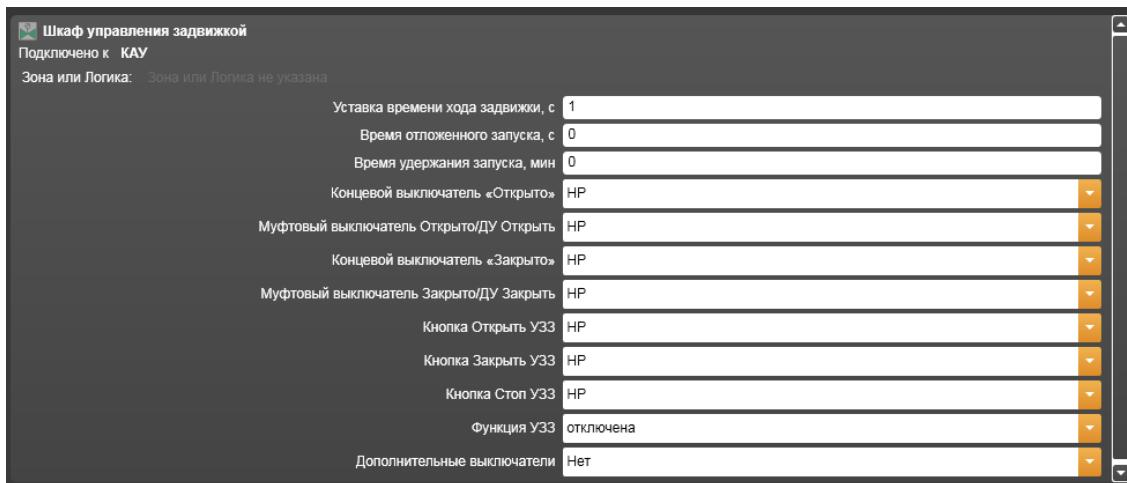

Рисунок 14.14.32 – Свойства Шкафа управления задвижкой (ШУЗ)
18) Шкаф управления задвижкой (ШУЗ) (Рисунок 14.14.32).